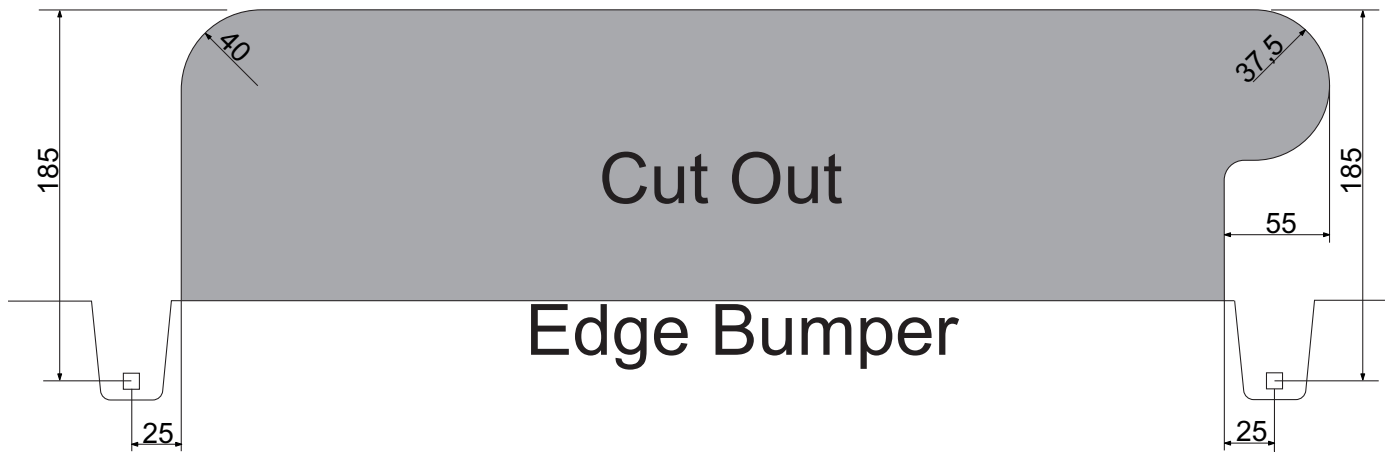

Fig. 4
8. Выпилить часть из бампера в середине снизу, как указано на рис. 4.